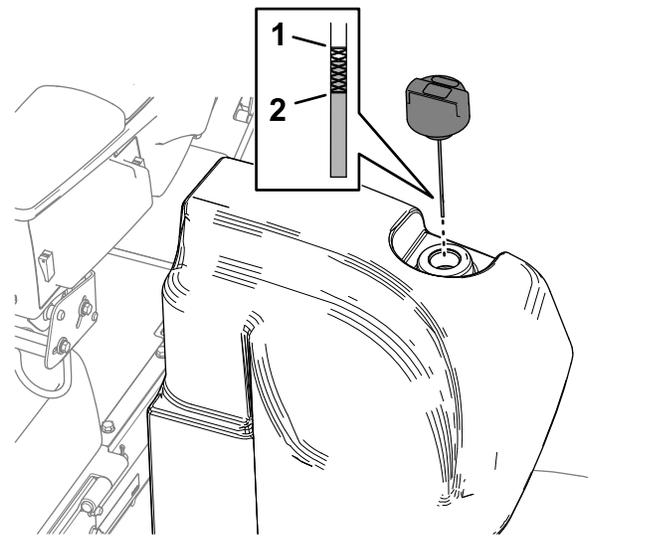

Figura 145
2. Pulite attorno al collo del bocchettone e del tappo del serbatoio idraulico (Figura 145).